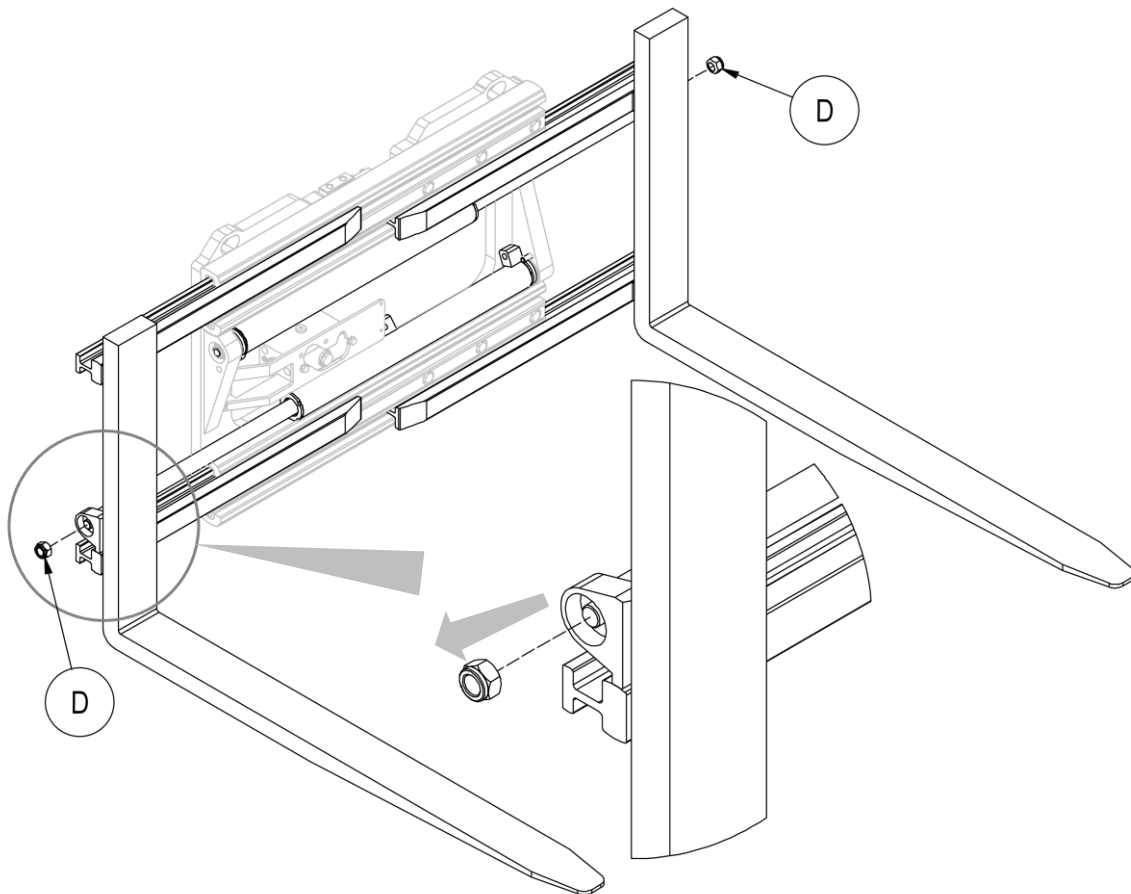

Figura 27
3. Remover las tuercas **D** que bloquean los cilindros a los perfiles (mira *Figura 27*).